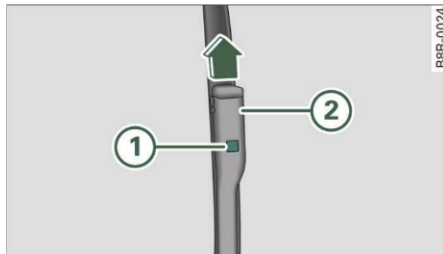

Fig. 54 Demontarea lamelelor ștergătoarelor de parbriz
- Apăsați butonul de blocare ① de la lama ștergătorului ⇒ fig. 54. Țineți lama ferm.